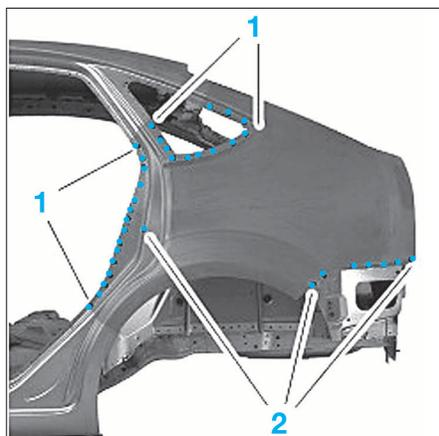

FIG. 69
- Souder par résistance par points les points (1) (Fig.69).